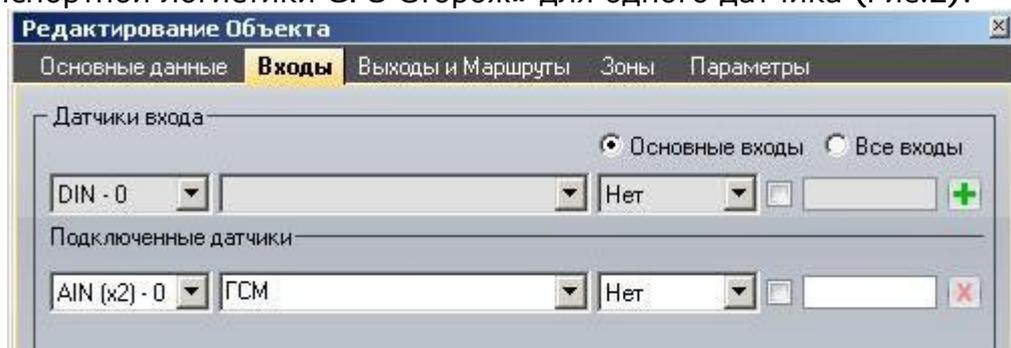

Рисунок 2 Назначение входов для 1 бака
3.2. Произвести настройки в аналитическом ПО «Программа мониторинга и транспортной логистики GPS Сторож» для одного датчика (Рис.2):